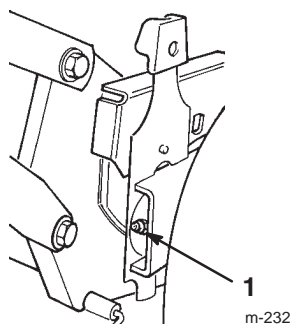

Bild 22
2. Wischen Sie die Schmiernippel mit einem sauberen Lappen ab (Bild 22).
3. Bringen Sie eine Fettpresse auf den Schmiernippel und pressen langsam zwei bis drei Stöße Nr. 2 Allzweck-schmierfett auf Lithiumbasis ein (Bild 22).